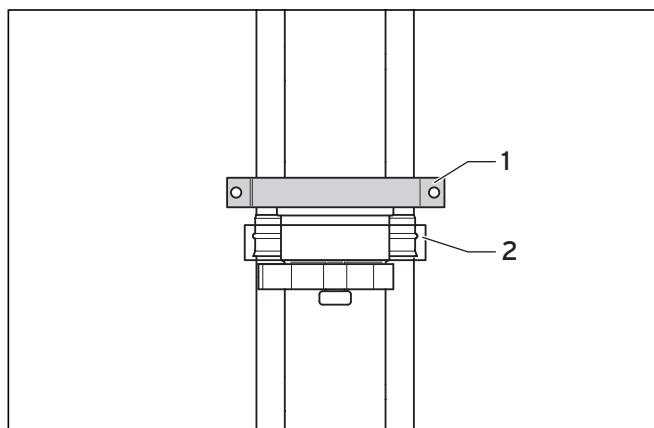

Рис. 6.27 Укорачиваемый удлинитель с кронштейном на наружной стене
- Необходим дополнительный стенной кронштейн (1) для того, чтобы система не отделилась и не ослаблялась из-за ветровой нагрузки.
- Смонтируйте непосредственно над укорачиваемым удлинителем дополнительный стенной кронштейн (1), как это показано на рис. 6.27.